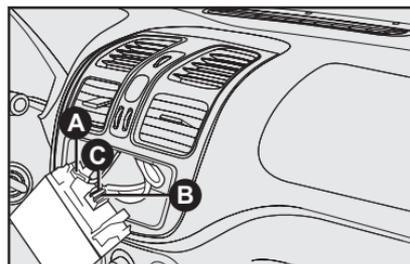

fig. 98
- Cables para la alimentación de la radio **C-fig. 98**.
- Cable para los altoparlantes y tweeters **B-fig. 98**.
- Cable para la alimentación de la radio **C-fig. 98**.
- Cable para altoparlantes delantero y trasero **B-fig. 98**.